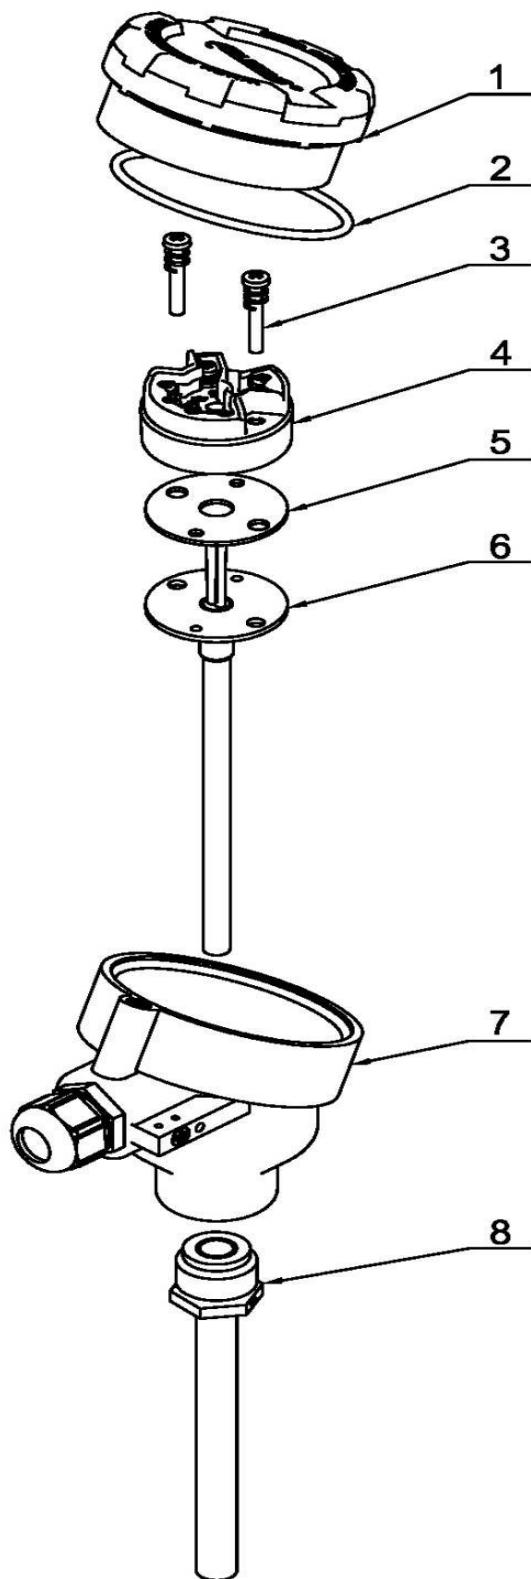

Рисунок 7. Монтаж преобразователя LI-24G в корпусе датчика температуры
Пропустите соединительные провода измерительной вставки (6) через центральное отверстие изолирующей шайбы (5), а затем через центральное отверстие преобразователя (4). Вставьте крепежные винты (3) в отверстия на преобразователе (4) и пропустите их через отверстия в изолирующей шайбе (5) и измерительной вставке (6). Прикрутите преобразователь (4) через отверстия в изолирующей шайбе (5) и измерительной вставке (6) к корпусу (7) с помощью крепежных винтов (3). См. Рисунок 7.